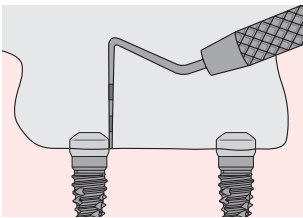

Fig. 1
1. (Fig. 1) Determinar la altura correcta de cada uno de los Dalbo® Certain® Abutments midiendo con una sonda (escalada 1 mm) la altura del casquillo de cicatrización por encima del tejido, **sin** el abombamiento. A continuación, se resta de la altura total del casquillo de cicatrización y se añade 1 mm. Las alturas de 2, 4 y 6 mm permiten elegir entre un total de 3 alturas.